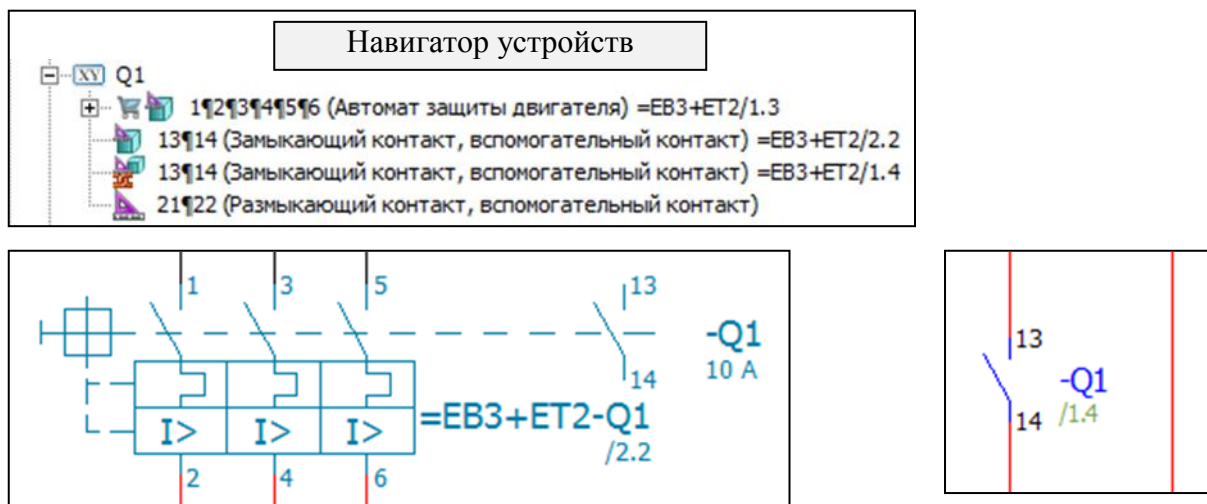

Рис.2.15.Парные перекрестные ссылки.
- парные перекрестные ссылки (Рис.2.15)
Размещение парной перекрёстной ссылки производится справа возле УГО главной функции (Рис.2.15). Указание ОУ на контакте парной перекрёстной ссылки необязательно, поскольку оно автоматически копируется с УГО главной функции, расположенной слева (см. 2.3.2. Устройства и их условные обозначения (УГО)– копирование ОУ). При размещении нужно вручную присвоить контакту правильный Вид представления в диалоговом окне функции